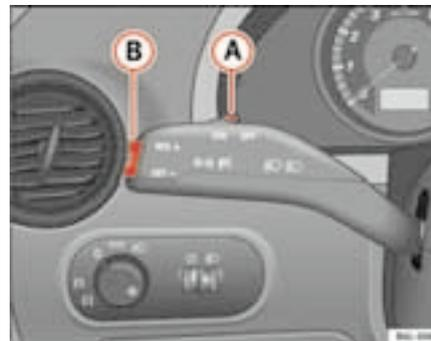

Fig. 103 Palanca de intermitentes y de luz de carretera: mando y tecla basculante para el regulador de velocidad
- Mueva el mando ⇒ fig. 103 **A** hacia la izquierda hasta la posición **ON**.